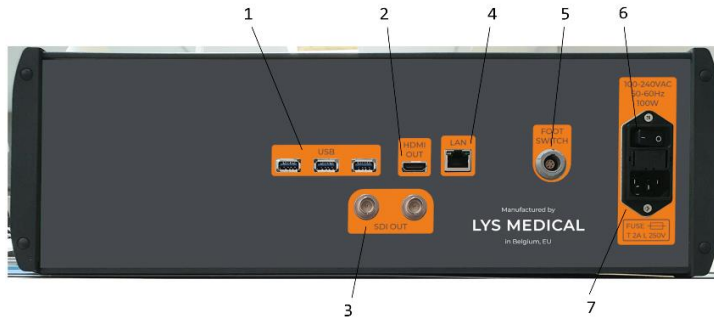
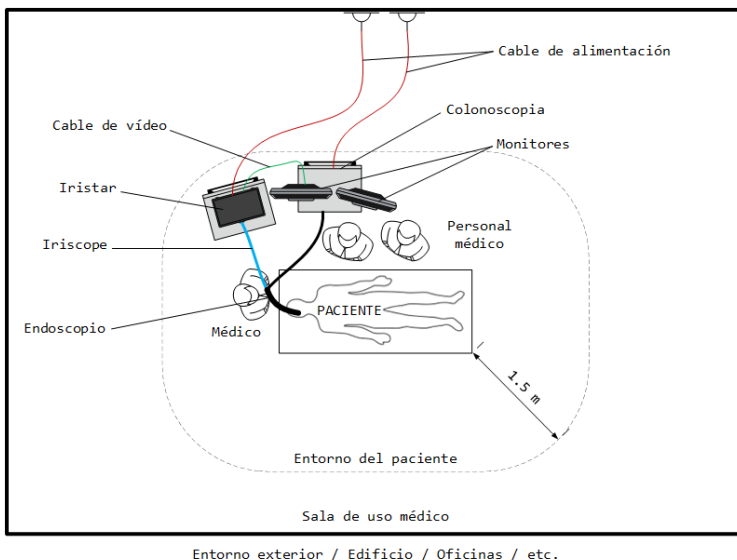

Figura 5 - Panel trasero del controlador
Figura 11 - Disposición del dispositivo en la sala de endoscopia
1. Instale el controlador en la sala de endoscopia a una distancia máxima de 1 m del paciente y cerca de la columna de endoscopia (véase Figura 11), asegurándose de que el interruptor ON/OFF y el cable de alimentación (véase punto 6 y 7 de Figura 5) estén siempre accesibles para desconectar el controlador.
2. Conecte los diferentes cables al controlador (véase Figura 5 para identificar la ubicación de los diferentes puertos):